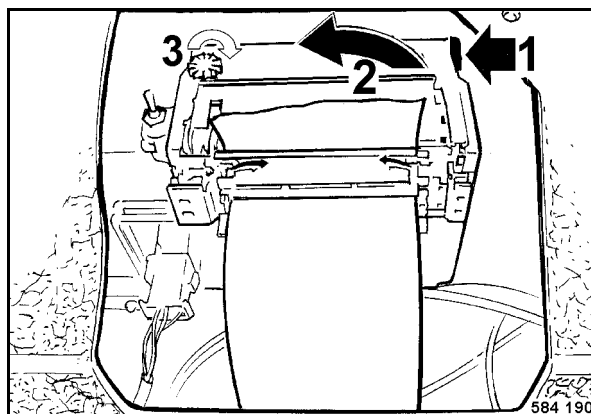

Fig. 103
- Alzar la eclisa en punto 1 (Fig. 103) y sacar la cinta entintada (2) del mecanismo de impresión.
- Primero insertar la nueva cinta entintada en la guía del mecanismo de impresión y apretarlo hacia abajo en la eclisa (1) de la derecha.
- Tensar la cinta entintada con el botón giratorio (3) en el sentido de la flecha.